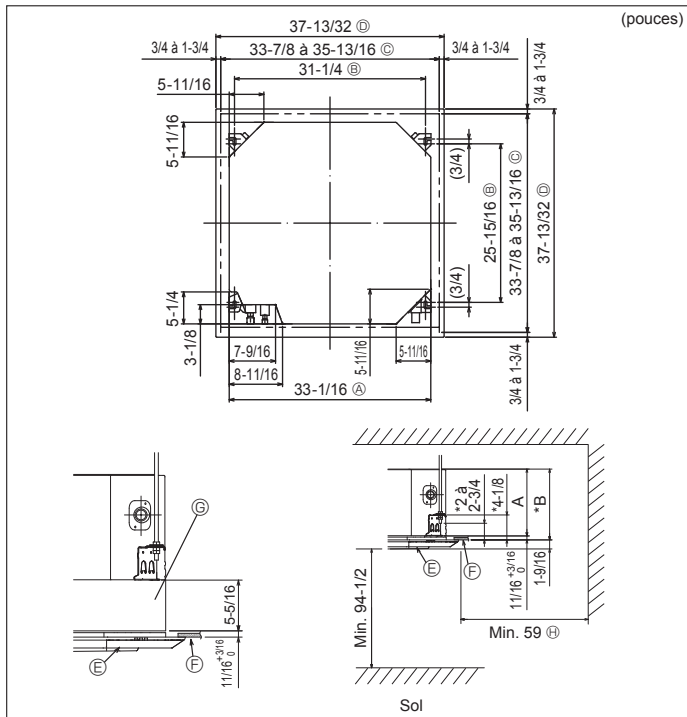

Fig. 3-2
④	Courroie (large)	6
⑤	Courroie (petite)	2
⑥	Prise d'écoulement	1
⑦	Isolation	1
3.2. Ouvertures dans le plafond et emplacement des boulons de suspension (Fig. 3-2)
* Les dimensions de l'ouverture dans le plafond peuvent être définies au sein de la plage indiquée dans la Fig. 3-2 ; centrer l'appareil principal par rapport à l'ouverture dans le plafond, en veillant à la symétrie de chaque côté par rapport à l'orifice.